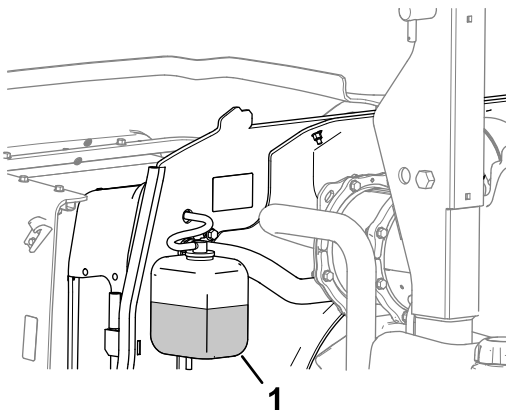

Bild 66
1. Prüfen Sie den Kühlmittelstand im Ausdehnungsgefäß (Bild 66).